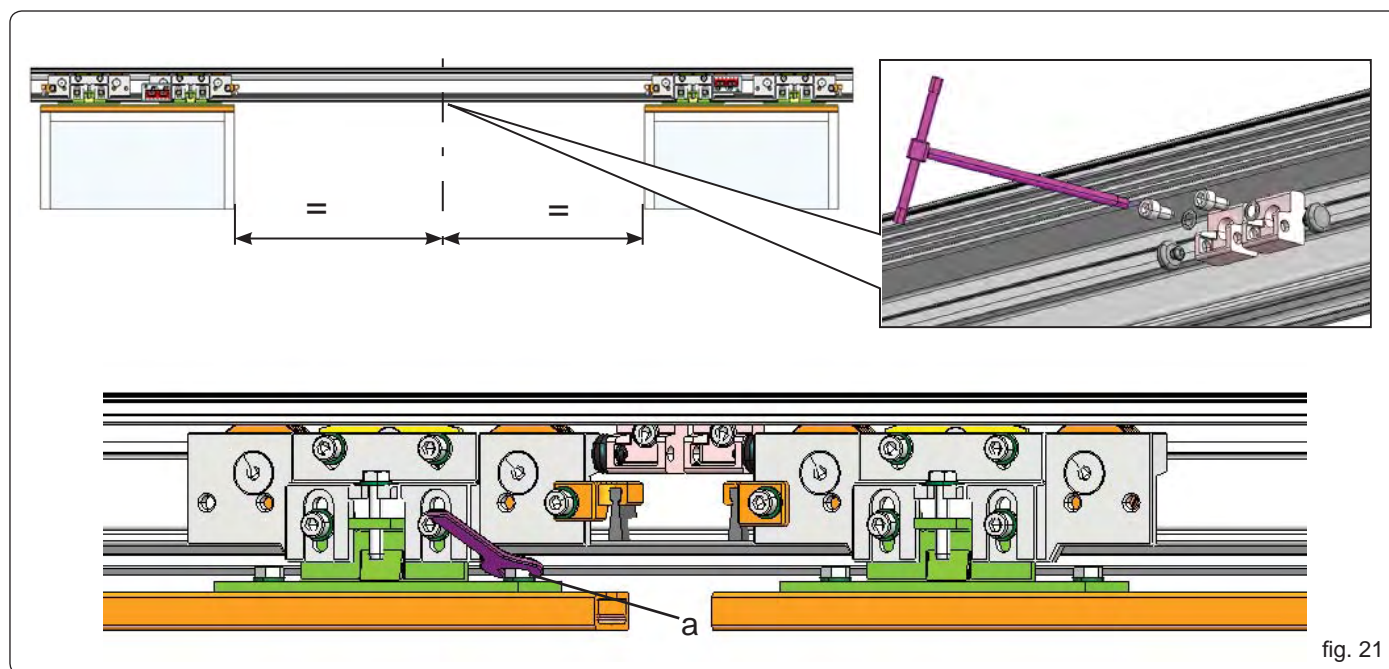

fig. 21
- Lossa vagnarnas säkerhetsskruvar (Fig.21 ref.a).